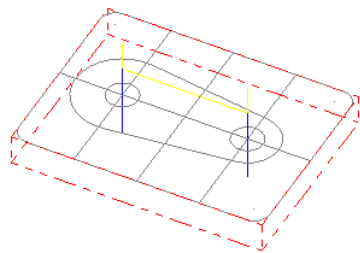

图 4.6.9 刀具路径
Step3. 单击“2D 刀路-钻孔/全圆铣削 深孔钻-无啄孔”对话框中的  按钮，完成加工参数的设置，此时系统将自动生成图 4.6.9 所示的刀具路径。
(1) 在“操作管理”中单击  刀路 - 4.9K - POXKET_2.NC - 程序号 0 节点，系统弹出“刀路模拟”对话框及“刀路模拟控制”操控板。
(2) 在“刀路模拟控制”操控板中单击  按钮，系统开始对刀具路径进行模拟，结果与图 4.6.9 所示的刀具路径相同，在“刀路模拟”对话框中单击  按钮。